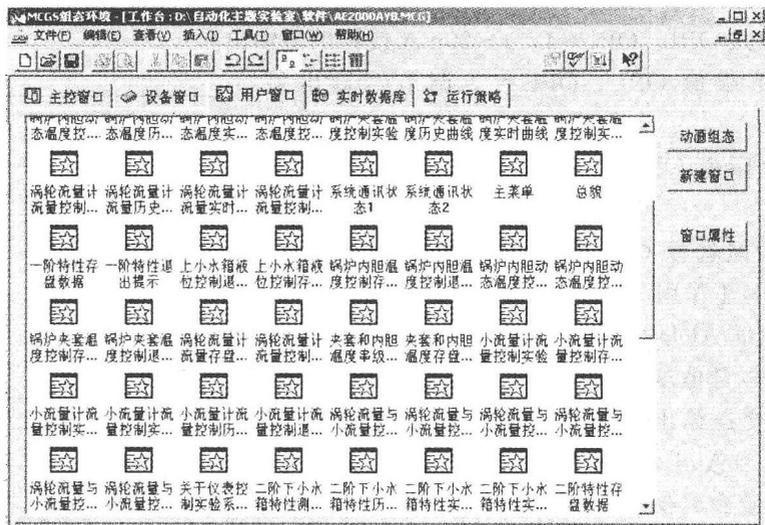
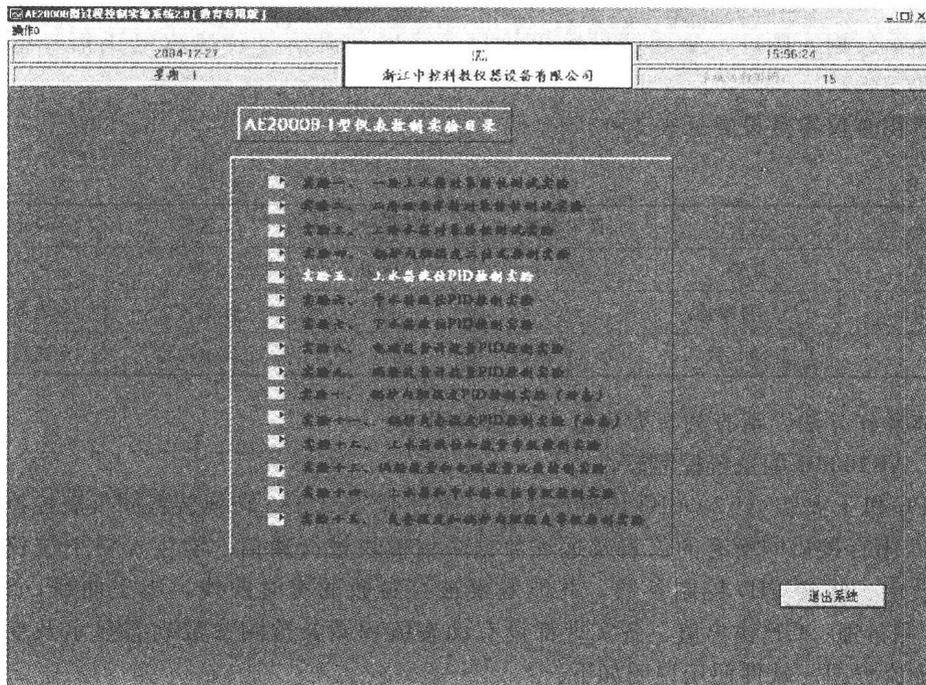

图 1.11
图 1.12
(1) 在 MCGS 组态软件环境中打开 AE2000BYB 组态软件，如图 1.11 所示。
(2) 按 F5 或点击文件菜单中的进入运行环境选项运行 AE2000BYB 软件。点击进入仪表控制实训系统，或按菜单中的进入实训目录选项。
(3) 点击进入仪表控制实训系统如图 1.12 所示。实训中安排了十几个实训，选择实训菜单中的实训点击即可进入相应的实训。